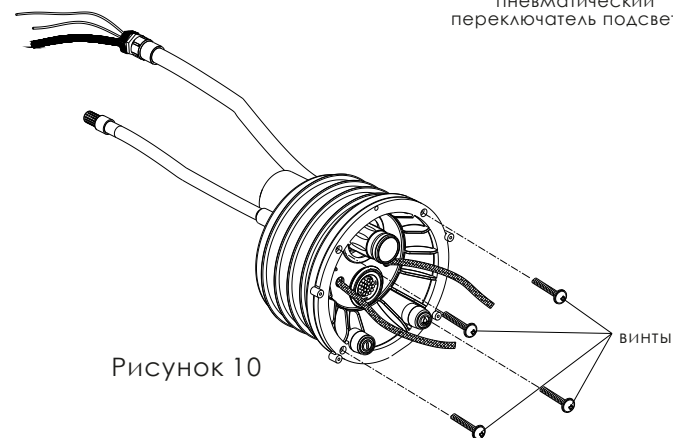

Рисунок 10
2) Пропустите два шланга сквозь соответствующие отверстия в опорной раме; затем с помощью 4 винтов М6 зафиксируйте опорную раму на корпусе. (Рисунок 10)